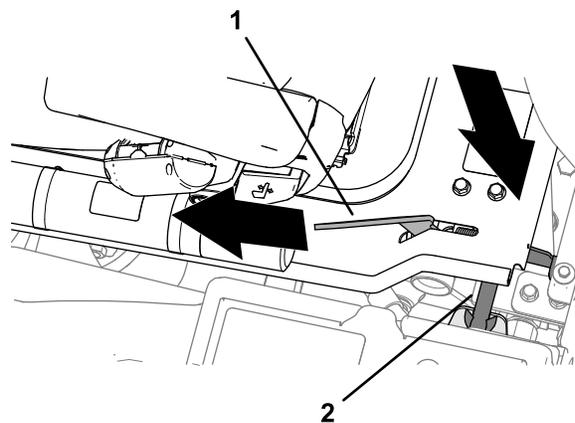

図 43
2. プラットフォームが完全に下がった位置に近づいたら、プラットフォームラッチハンドル (図 43) をマシンの前方に引く。